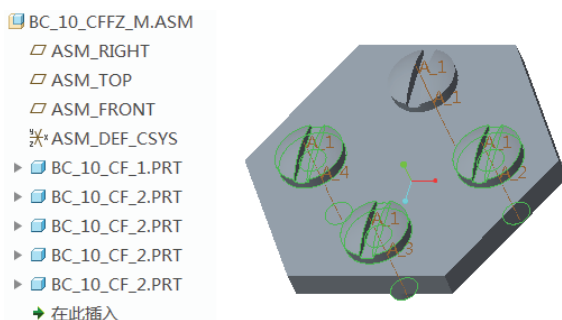

图 10-82 重复元件的装配结果
6) 在“重复元件”对话框中单击“确定”按钮，完成的装配结果如图 10-82 所示。